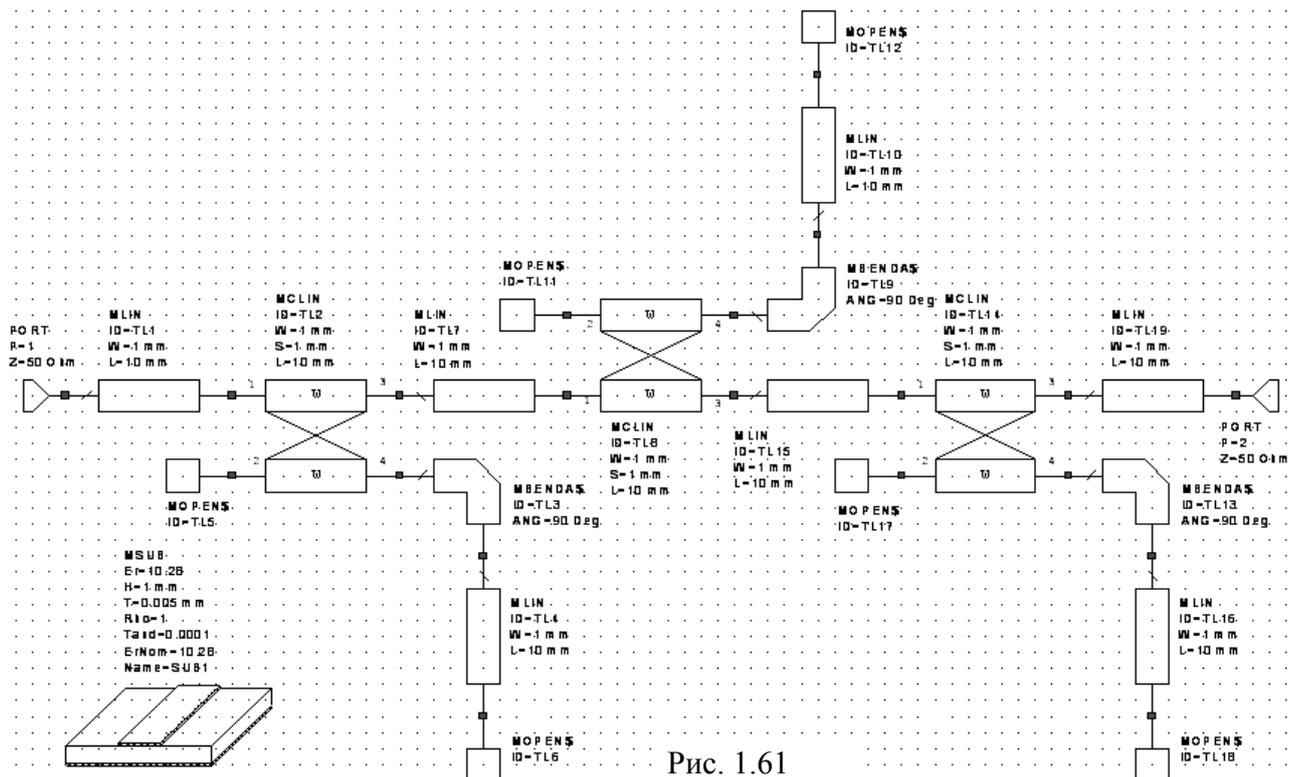

Рис. 1.61
- Щёлкните по группе **Substrates** в левом окне проекта, выберите элемент **MSUB** и поместите его в окне схемы на свободном месте. Полученная схема фильтра показана на рис. 1.61.